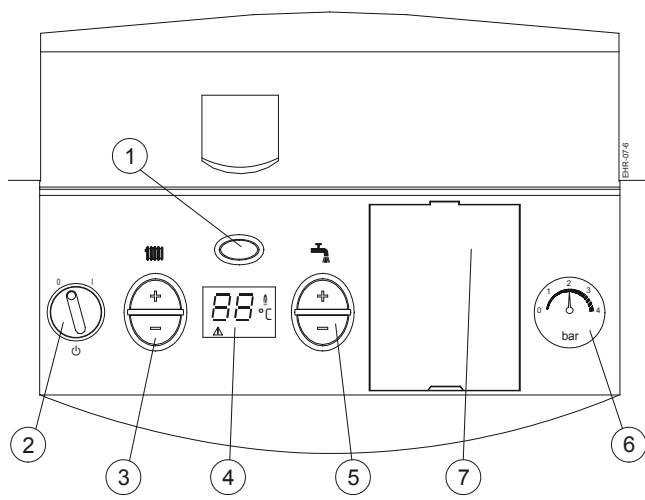

Fig. 30
- Het display (fig 30 – nr. 4) duidt aan. Daarna bv. hetgeen overeenkomt met de aanvoer temperatuur.
De manuele regeling van de temperatuur CV en WW gebeurt – indien nodig – met de regelknoppen 3 en 5 (fig 30).
De sanitaire temperatuur wordt met regelknop 5 (fig 30) ingesteld.
- Druk gedurende 3 seconden op de regelknop (fig 30 – nr. 3).
- Het display (4) knippert en toont de gevraagde aanvoertemperatuur.
- Druk gedurende 3 seconden op de regelknop (fig 30 – nr. 5).
- Het display (4) knippert en toont de warmwatertemperatuur.
- ▶ Druk gelijktijdig op de 4 toetsen (+ / -) van de regelknoppen 3 en 5 (fig 30) en dit gedurende 10 seconden.
- Het display (4) toont: